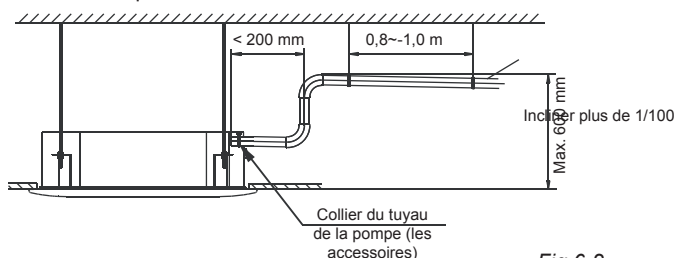

Fig. 6-2
- 7) Si la sortie du tuyau de vidange est plus haute que le tuyau de raccordement de pompage du corps principal, le tuyau de vidange doit être disposé vers le haut verticalement en utilisant un ensemble de raccordement de la sortie d'eau pour un cintrage vertical, et la hauteur du tuyau de vidange doit être disposée vers la surface du récipient de dégivrage à moins de 1 000 mm, sinon un refoulement trop important lors de l'arrêt conduirait à un débordement (Se référer à la Fig. 6-2).